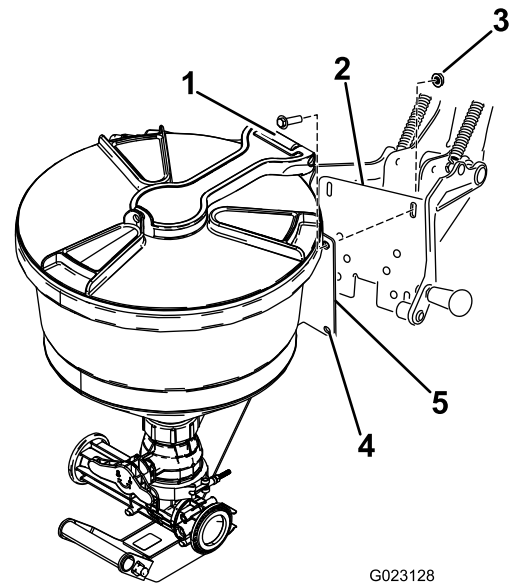

図 14
6. エダクタ・アセンブリの取り付けプレートについている穴を、クレードル・アセンブリのバックプレートの長穴に合わせる 図 14。